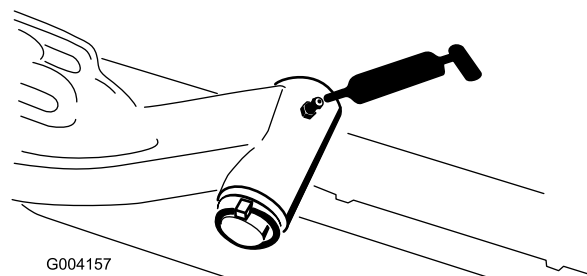

Рисунок 48
- Ось поворота подъемного рычага (по 1 шт.) (Рисунок 48)